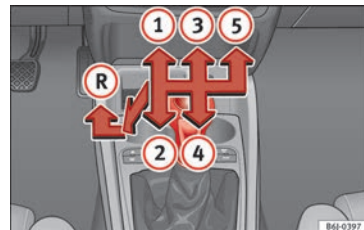

Fig. 28
Nella leva selettoria sono indicate le posizioni delle marce » **fig. 28**.
- Per inserire la retromarcia, con la leva selettoria in posizione di folle, spingerla verso il basso, muoverla a fondo a sinistra e quindi in avanti » **fig. 28** **(R)**.